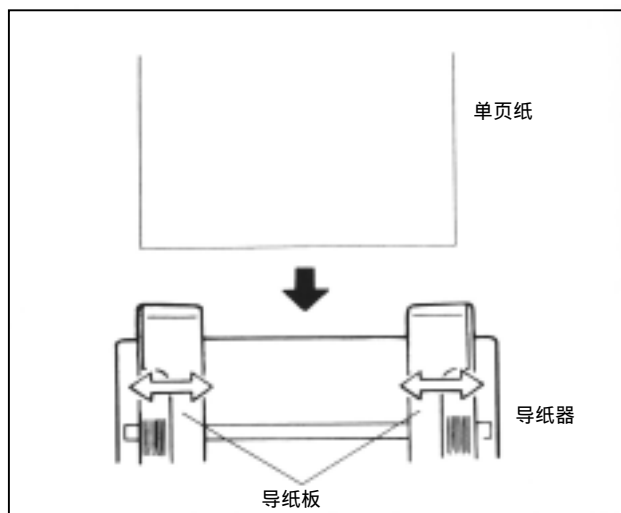

图 3-3 调节导纸板
4. 在导纸板之间装入单页纸时，将打印面向下，如图 3-3 所示，把纸向下轻轻推入，要确保打印纸处于良好的进出状态。